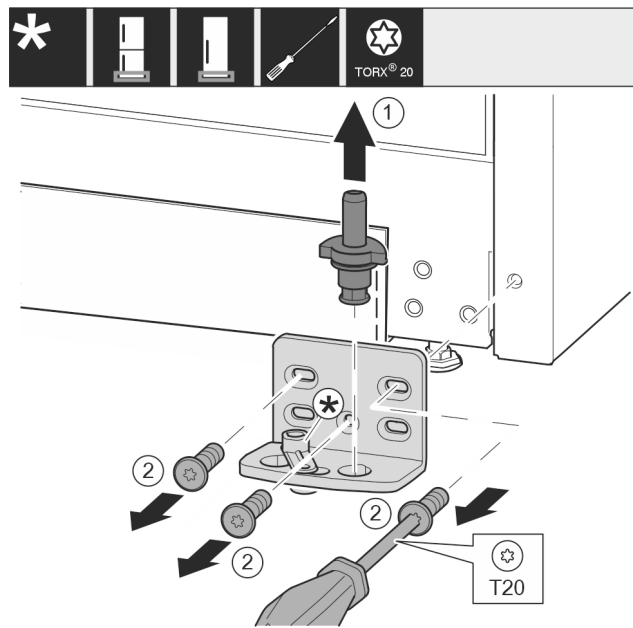

Fig. 14
- ▶ Lagerbolzen komplett nach oben herausziehen. Fig. 14 (1)
- ▶ Schrauben mit Schraubendreher T20 herausdrehen und Lagerbock abnehmen. Fig. 14 (2)